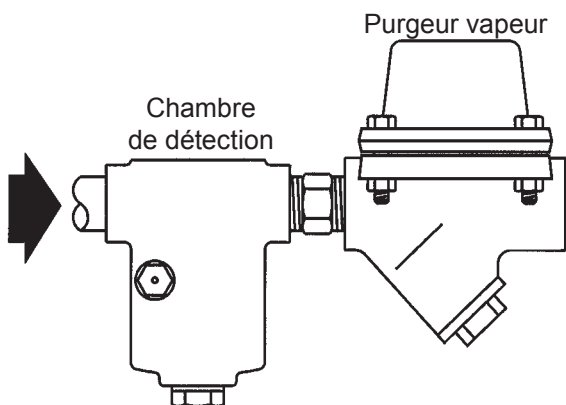

Fig. 2 Installation correcte
La chambre de détection doit être montée horizontalement, immédiatement à l'amont du purgeur, avec l'écoulement dans le sens indiqué par la flèche de coulée sur le corps, comme indiqué sur la figure 2.
**Nota :** installer la chambre de détection uniquement comme indiqué sur la Fig. 2.